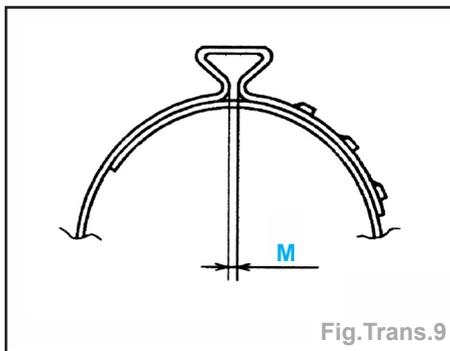

Fig. Trans. 9
**Nota** : lors de la fixation d'un collier de soufflet, le fixer de telle manière que la cote (M) est de  $2,5 \pm 0,5$  mm (fig. Trans. 9).